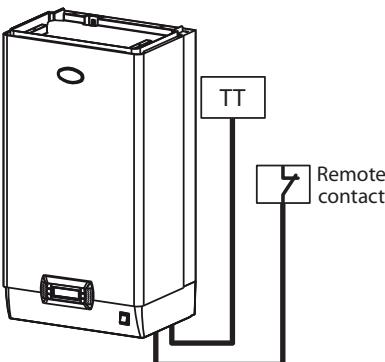

Рис. 4.x
Контроллер имеет отдельную встроенную микросхему регулирования температуры, и к нему можно подсоединять датчик температуры (TT), см. Рис. 4.г. Производительность увлажнителя полностью регулируется по показаниям датчика, измеряющего температуру внутри контролируемого объема.